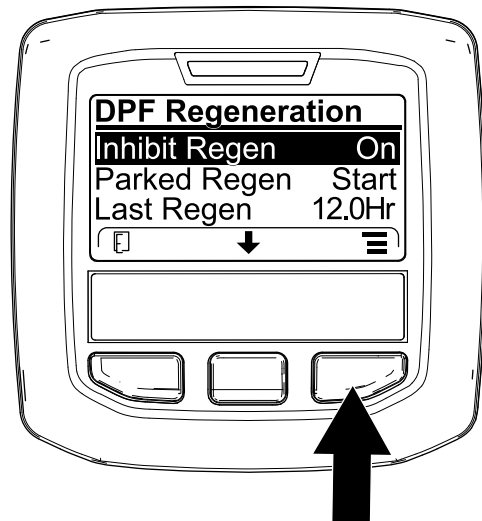

Figura 38
1. Acceda al menú DPF Regeneration (Regeneración de DPF), pulse el botón central para desplazarse hacia abajo, hasta la opción INHIBIT REGEN (Inhibir regeneración) y pulse el botón derecho para seleccionar la opción Inhibit Regen (Figura 38).
2. Pulse el botón derecho para cambiar el ajuste de inhibición de regeneración de Activado a Desactivado (Figura 38) o viceversa (Figura 39).